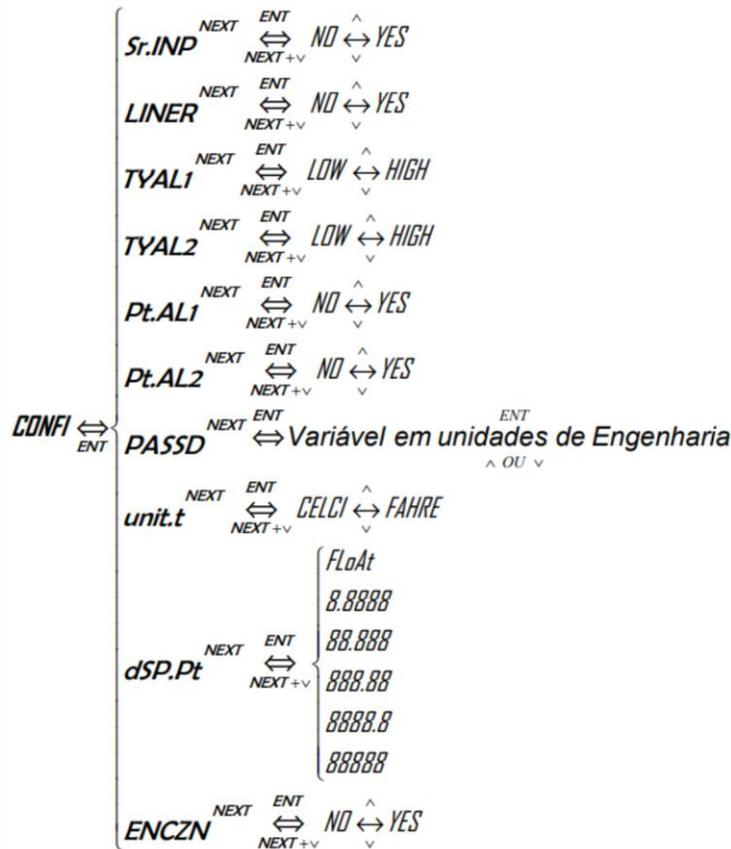

Figura 24 - Subníveis do modo de configuração via teclado
Muda de parâmetros avançando sempre para o seguinte. Por exemplo, se o display estiver mostrando o mnemônico "Sr.INP" e a tecla Next é acionada, em seguida será mostrado "LINER" que é a linearização da entrada. Observar a Figura 24
Muda de parâmetros retrocedendo um nível. Por exemplo, se o display estiver mostrando se o alarme 1 será ativado em nível alto (HIGH) e a tecla Next + ∇ é acionada, o mnemônico "TYAL1" que está a um nível antes será mostrado. Observar a Figura 24
É a tecla utilizada para colocar os alarmes em nível baixo (LOW) ou para não aceitar linearização e raiz quadrada (NO). Observar a Figura 24
É a tecla utilizada para colocar os alarmes em nível alto (HIGH) ou para aceitar linearização e raiz quadrada (YES). Observar a Figura 24